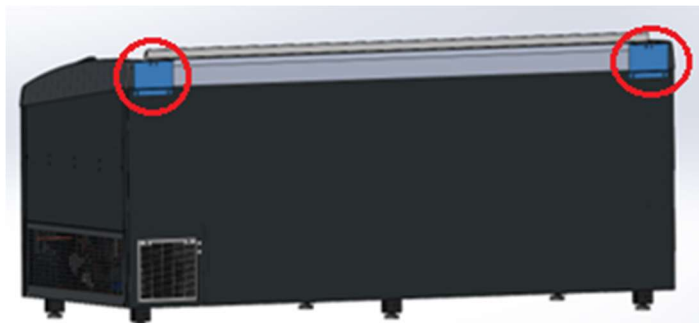

Рис. 4.2.1. Розміщення кронштейнів.
1. Змонтувати кронштейни на задню панель (рис. 4.2.1).